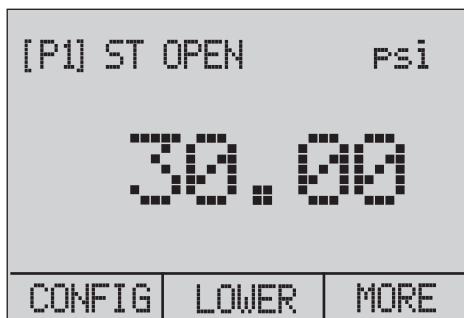

图 22.开关测试屏幕（打开开关）
屏幕顶部将显示 "CLOSE"（关闭）。请参见图 22。
7. 打开开关之后，将会显示 "**OPEN**"（打开）。缓慢地放掉泵的压力，直到压力开关闭合。请参见图 22。